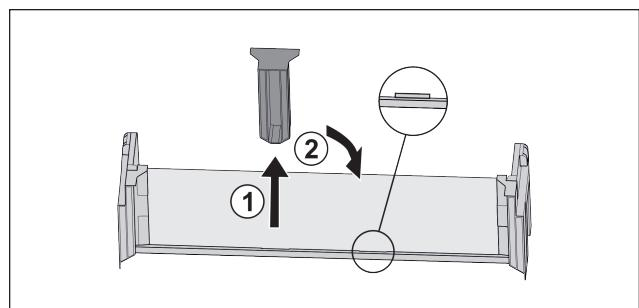

Fig. 92
- Trekk av den midtre holdeddelen Fig. 92 (1).
- Sett inn den midtre holdeddelen i andre posisjon Fig. 92 (2).